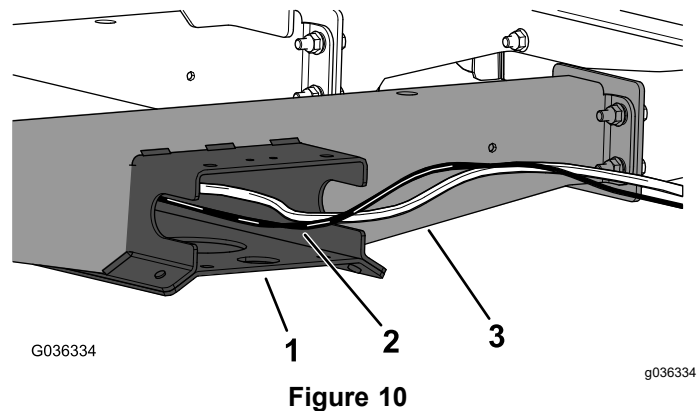

Figure 10
2. Acheminez le faisceau de câblage du kit le long du profilé de plancher et à travers l'ouverture dans le profilé de cadre (Figure 10).